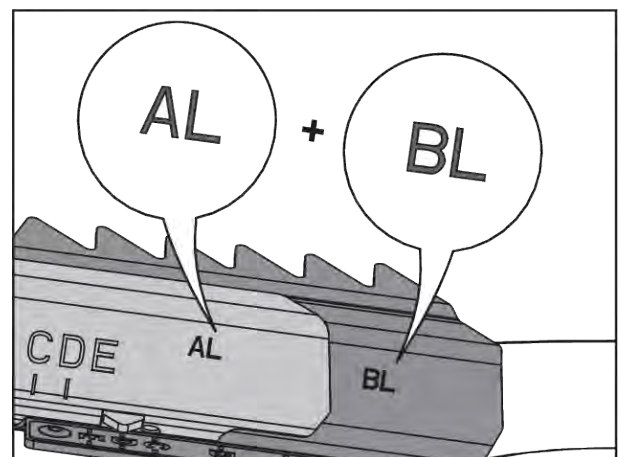

Abb. 81: Wurfflügelkombination
- Siehe Abb. 81 Wurfflügelkombination